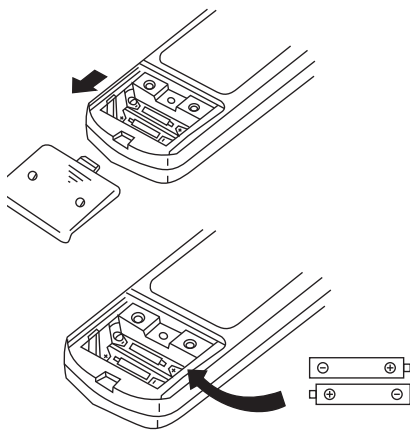

Рис. 5.4
1. Снимите крышку батарейного отсека, сдвинув ее в направлении указанном стрелкой (рис. 5.4).